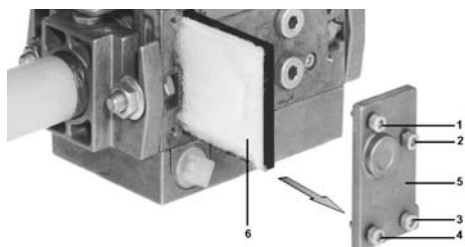

Fig. 37
- 2 Desenroscar los tornillos 1, 2, 3, 4 con la llave de macho hexagonal núm. 3, y retirar la tapa del filtro 5 (Fig. 37).